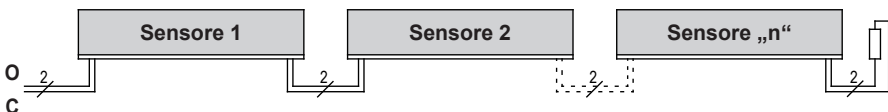

Figura 2: collegamento di più sensori, qui nell'esempio: bordo sensibile di sicurezza
9.2 Collegamento di più sensori ad un solo circuito (figura 2)
All'ingresso dei sensori **O** o **C** si possono collegare uno o più sensori. I singoli sensori vengono collegati in serie come illustrato in figura 2.